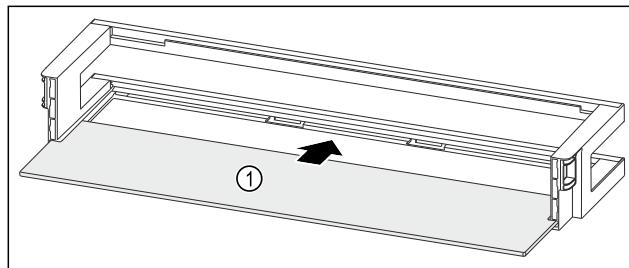

Fig. 277 Balconcino controporta con ripiano
- Inserire il ripiano Fig. 277 (1) negli incavi laterali.